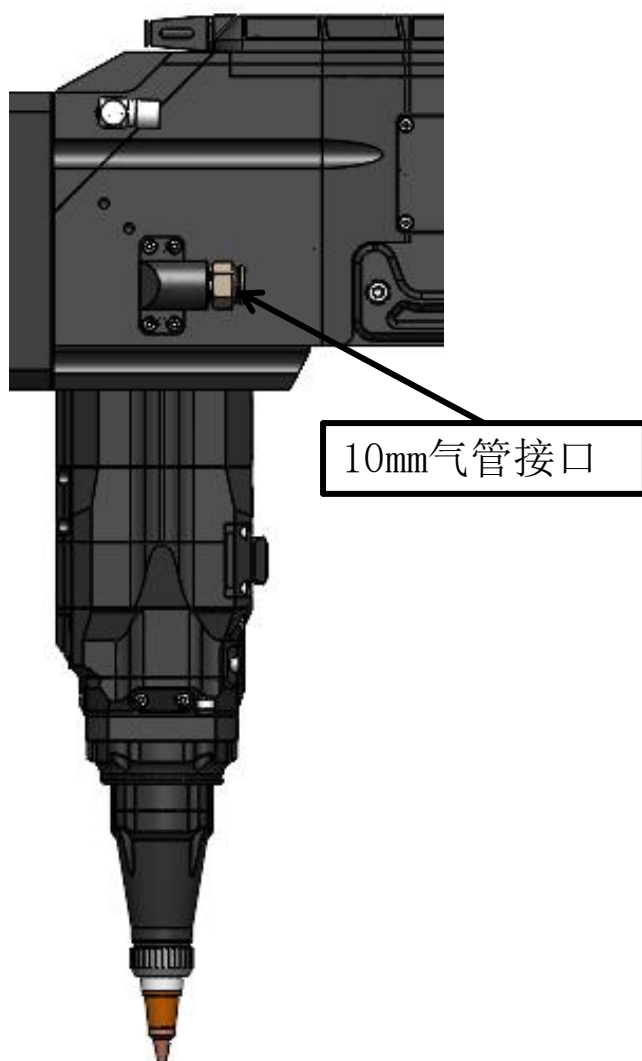

图1.5
① 输入口接10mm气管，如下图1.5所示，用于对接切割气体，输入压力 $<3.0\text{Mpa}$ 。